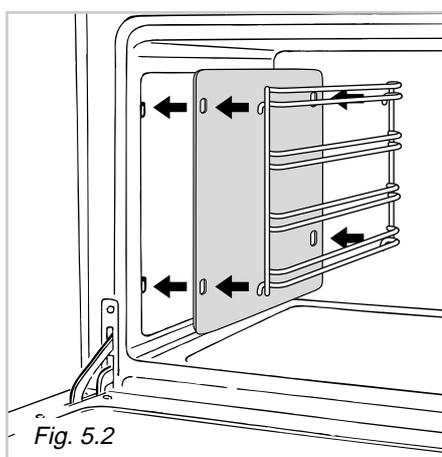

Fig. 5.2
- Nei modelli con pannelli autopulenti di serie, agganciare i telai laterali interponendo i pannelli autopulenti (Fig. 5.2)